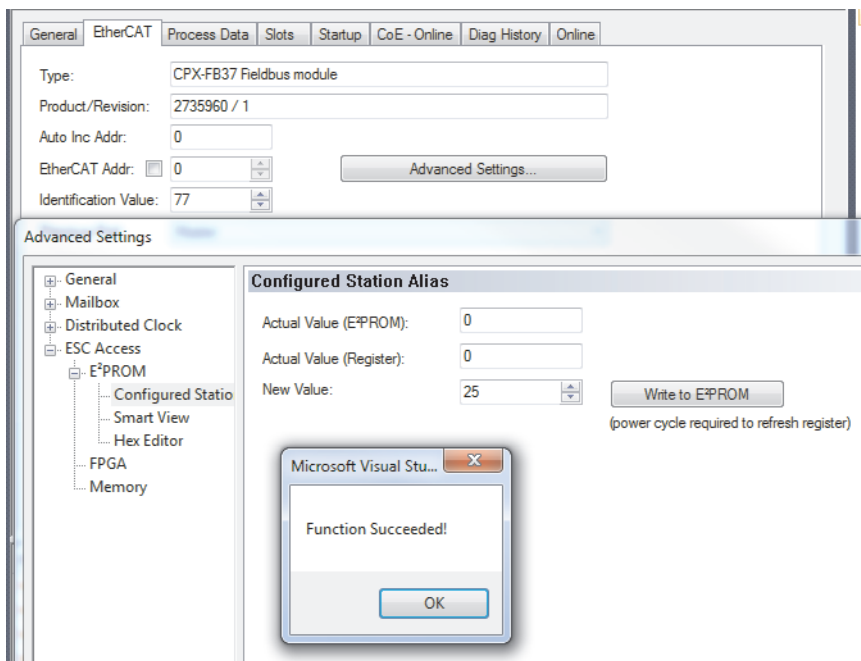

Fig. 4.1 Schreiben einer neuen EtherCAT-Geräteadresse
2. Schreiben Sie die neue Adresse in den EEPROM (➔ Fig. 4.1).